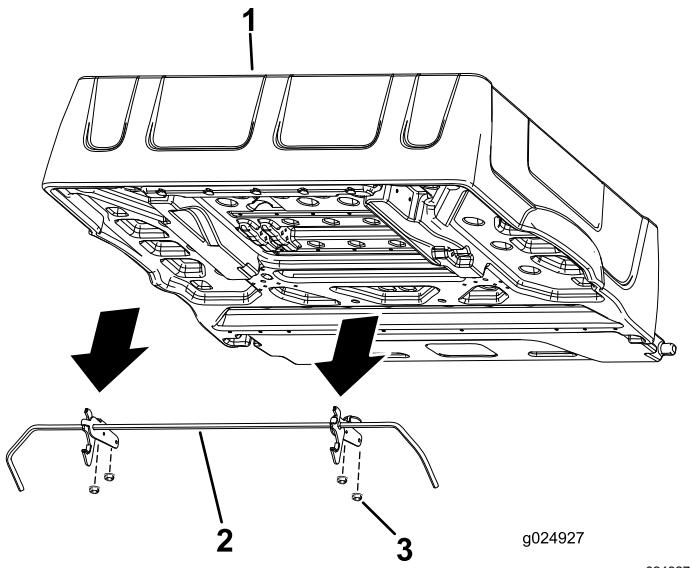

Figura 4
- Rimuovete i 4 dadi flangiati che fissano le staffe dell'asta fermo alla parte inferiore del pianale (Figura 4).